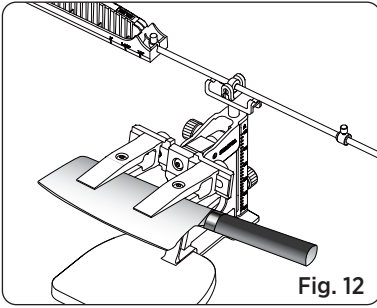

Fig. 12
1. Positionnez la lame aussi profondément que possible dans la pince. (Voir Fig. 12).